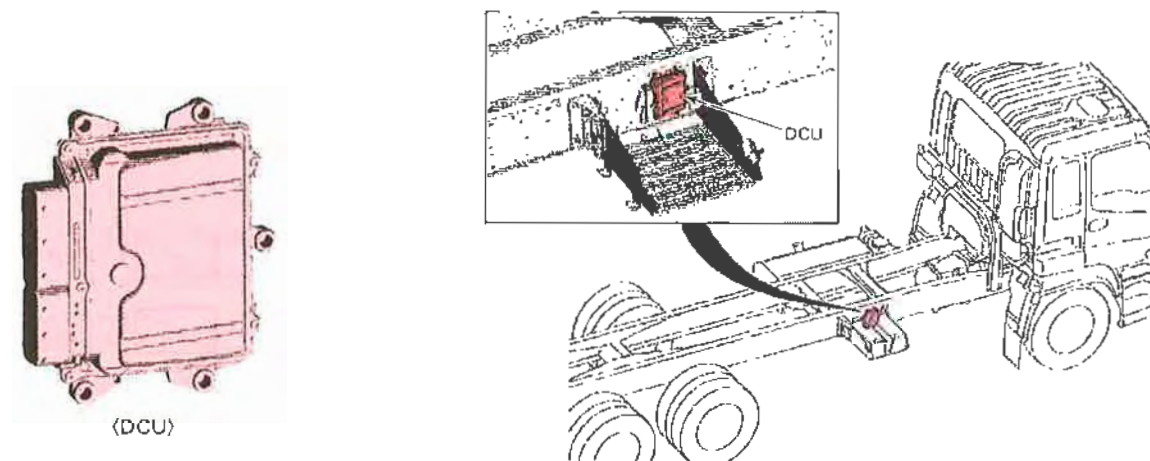

図 I-3 ドージング・コントロール・ユニット(DCU)
(1) ドージング・コントロール・ユニット(DCU) (図 I-3)